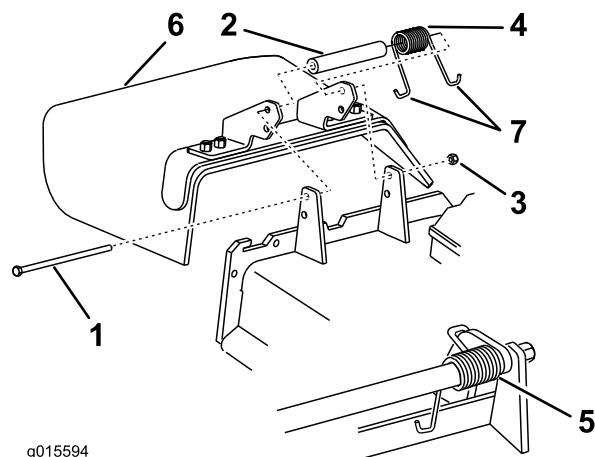

Figure 1
1. Retirez l'écrou de blocage, le boulon, l'écarteur et le ressort qui sécurisent l'éjecteur latéral contre le plateau de coupe (Figure 1).
2. Enlevez l'éjecteur latéral du plateau de coupe (Figure 1).